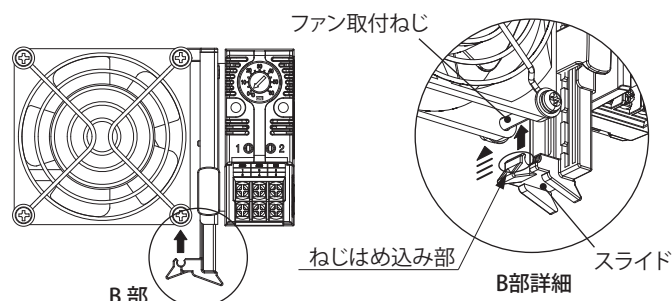

図3
4. スライドのねじはめ込み部を、ファン取付ねじにカチッと音がするまではめ込んでください。(図3)